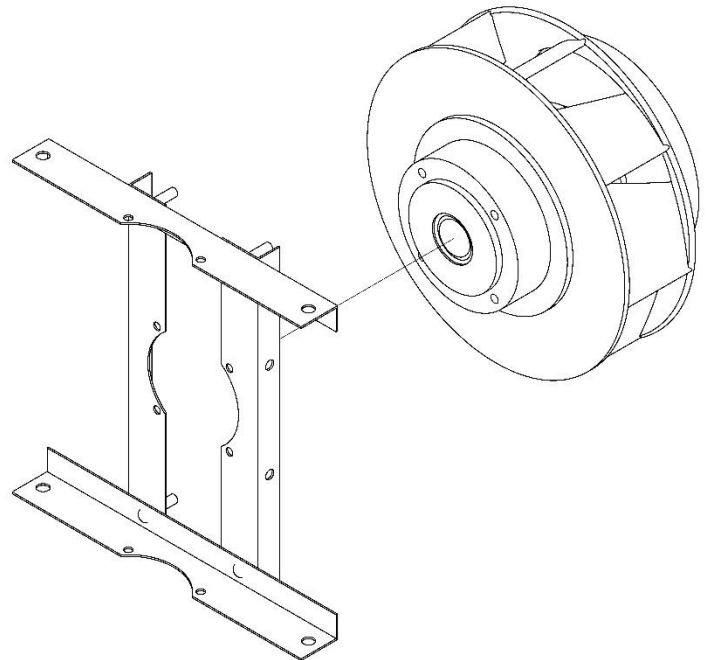

Figure 23
- 11.) Remove old fan motor. See Figure 23.